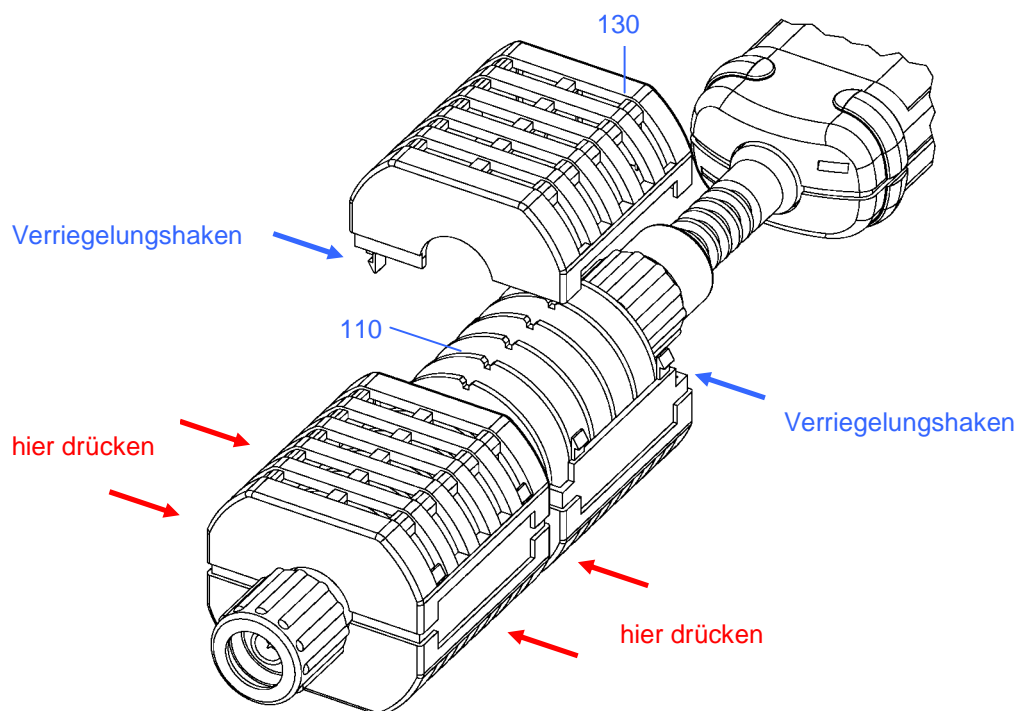

Bild 3-5 Entfernen des Berührungsschutzes bei R&S NRP-Z23 und R&S NRP-Z24
- Halbschalen (130) an den gekennzeichneten Stellen (Bild 3-5) zusammendrücken, um die Verriegelung zu lösen.
- Dämpfungsglied (110) entnehmen.